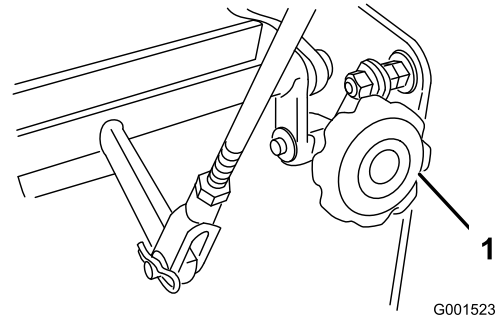

Bild 39
4. Wenn das Gerät nach einer Seite zieht, drehen Sie das Schnellspur-Handrad. Drehen Sie das Handrad nach rechts, um nach rechts zu lenken, drehen Sie das Handrad nach links, um nach links zu lenken (Bild 39).